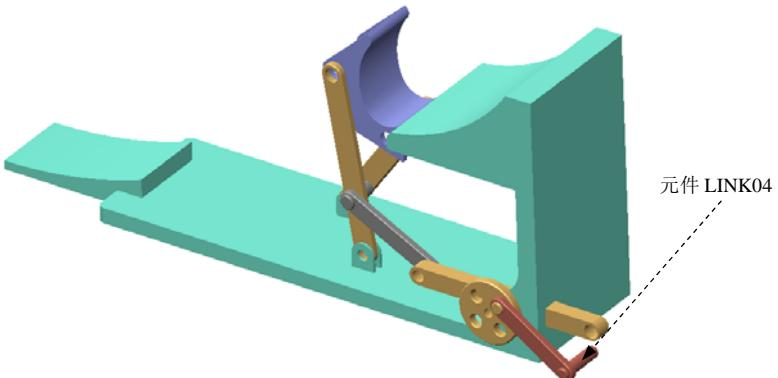

图 9.5.35 调整模型位置
- (4) 调整元件 LINK04 至图 9.5.35 所示的位置。